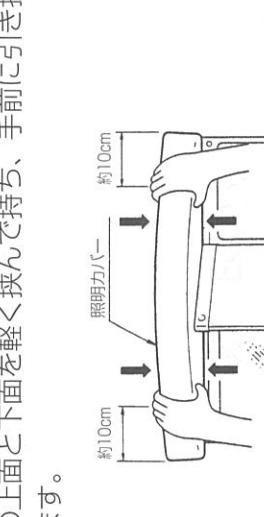

図 1
- 化粧鏡台の取付け可能な壁面は裏面図 1、2 に示す。
- (1)乾式壁 3 種
- (2)湿式壁 2 種 の以上 5 種類の壁面のみです。